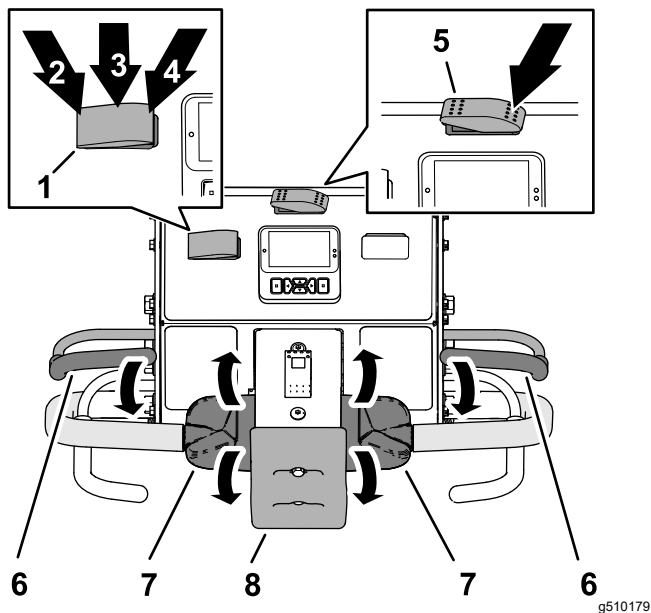

Figure 74
- Placez la commande de transport/aération à la position TRANSPORT (Figure 74).